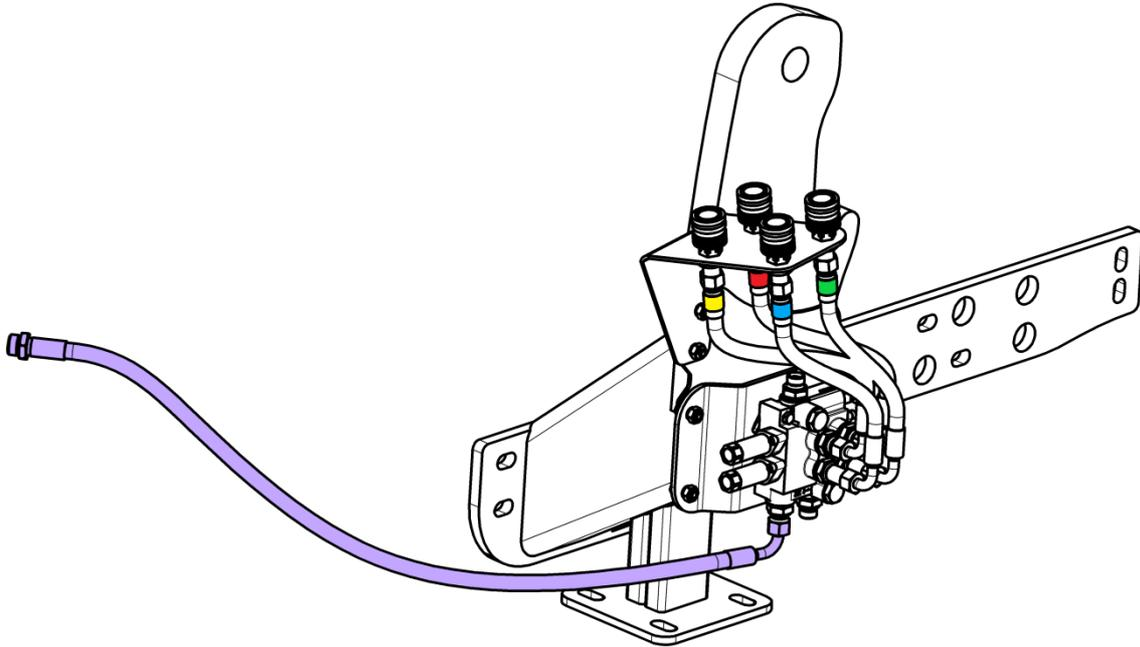

Рис. 2.5
2.2.2.8 Присоединить угловым концом с гайкой М20х1,5 РВД напора к адаптеру, установленному в порт Р гидрораспределителя (рис. 2.5). Другой конец РВД, угловой с гайкой М24х1,5, при подключении к гидросистеме трактора, навинчивают на штуцер насоса НШ-32 гидросистемы трактора.